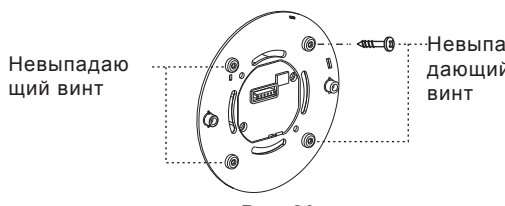

Рис. 20
3.3.4.4 Вставьте четыре невыпадающих винта в соответствующие отверстия под винты на крепящей пластине датчика. После этого эти 4 винта не будут выпадать, что очень удобно для последующих установок (см. рис. 20).